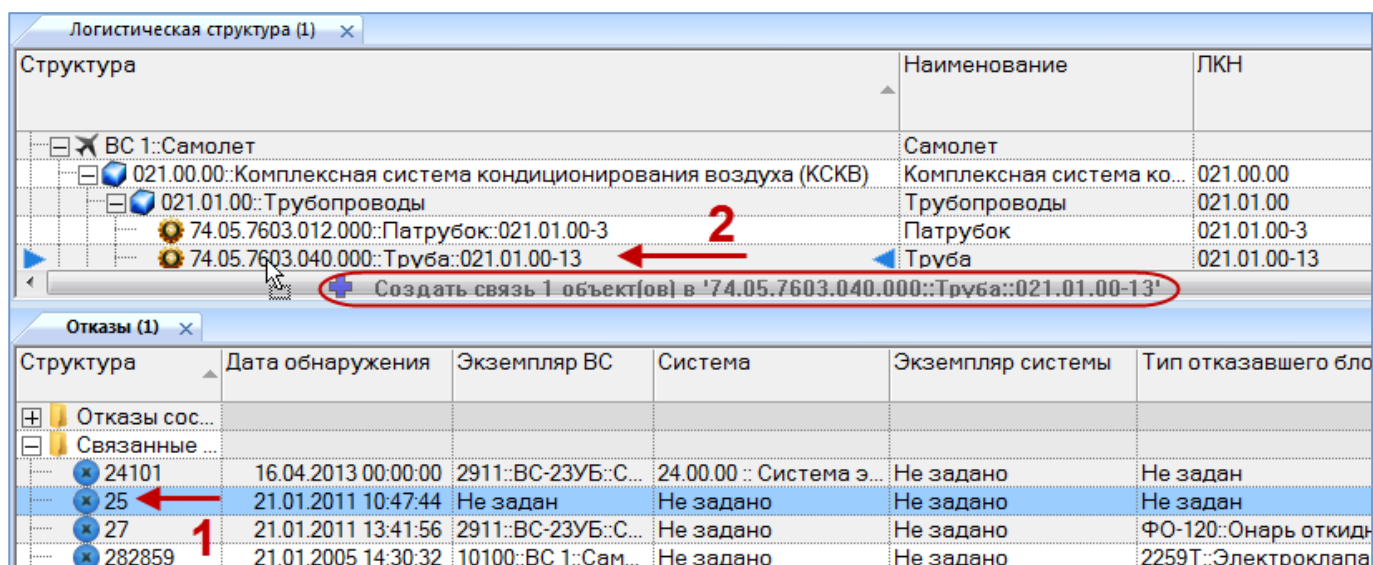

Рис. 13-284 – Переместить отказ на компонент
- 2) Выбрать отказ в рабочем окне «Отказы» (1 на рис. 13-284).
- 3) Переместить с помощью мыши отказ на компонент в окно «Логистическая структура» – появится подсказка вида «+ Создать связь X объект(ов) в ...» (2 на рис. 13-284). Отпустить кнопку мыши.